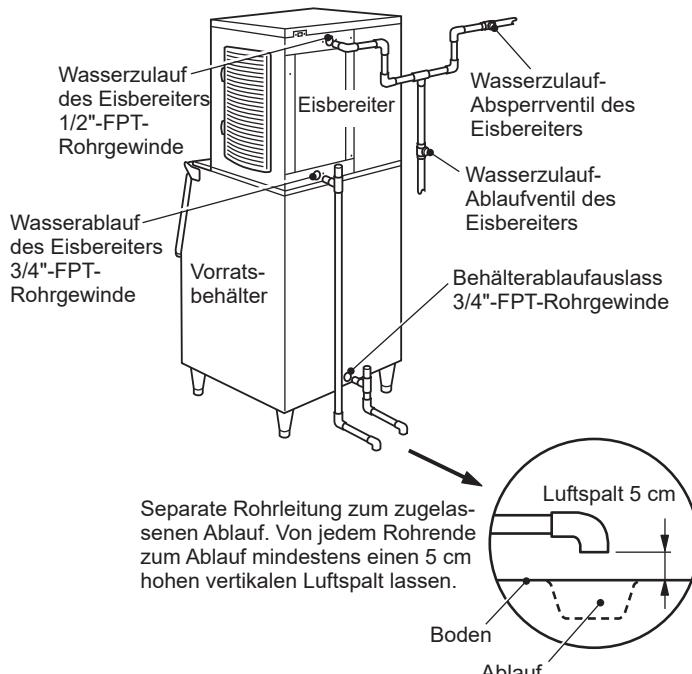

Abb. 7
- * Für den einwandfreien Ablauf ist ein belüftetes T-Stück erforderlich. Siehe Abb. 7.
- * Die Eisbereiter-Ablaufleitung muss separat von der Ablaufleitung des Eisvorratsbehälters/Eisspenders geführt werden. Siehe Abb. 7.